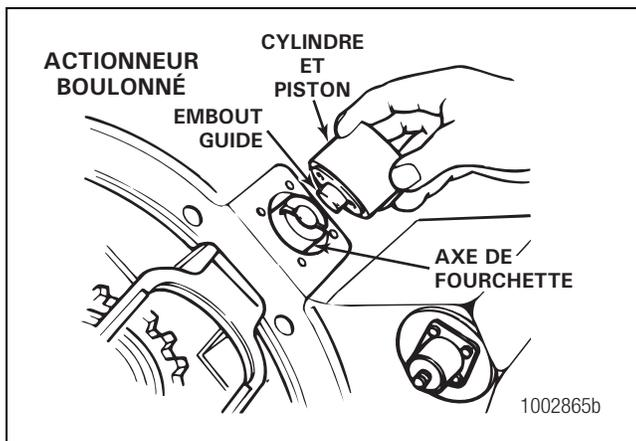

Figure 6.12
9. Installer le cylindre dans l'alésage du carter. S'assurer que l'embout guide du piston s'engage dans l'alésage de l'axe de fourchette. Figure 6.12.